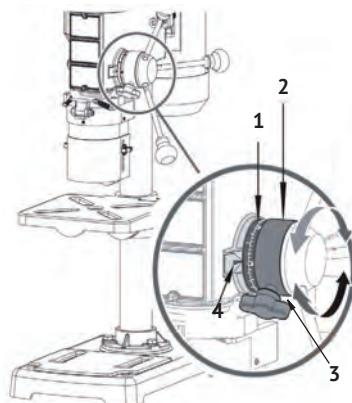

рис. 4
- а) визуально, подавая сверло, по вращению кольца с лимбом (рис.4 поз.1) относительно стрелки-указателя (рис.4 поз.4) глубины сверления от 0 до 50 мм;
- б) Установка фиксированной глубины сверления (см.рис.4):
- ослабить винт-барашек (рис.4 поз.3) фиксации кольца с лимбом;
- повернуть кольцо с лимбом (рис.4 поз.2) до совмещения нужного значения глубины сверления на лимбе со стрелкой-указателем (рис.4 поз.4);